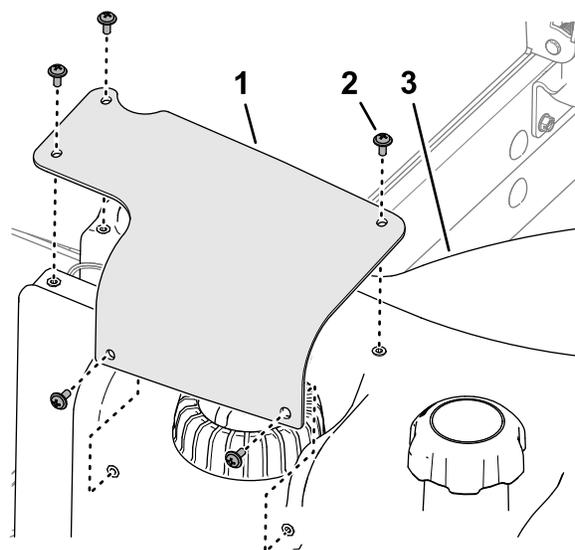

图 87
- 拆下将燃油发送器盖固定到油箱的 5 个十字头螺丝然后拆下盖子 图 87。